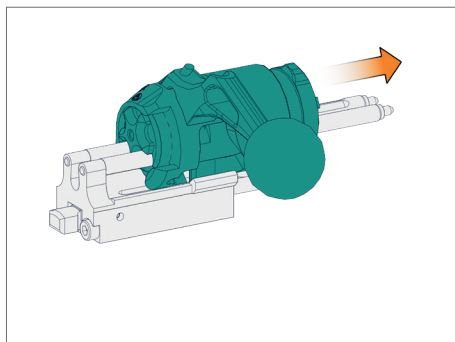

Abb. 8
- Verschluss von Verschlussführung ziehen (Abb. 8).